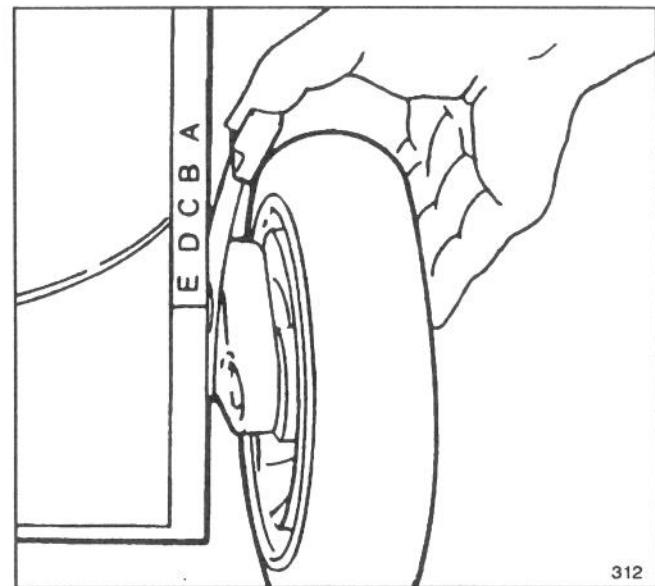

Abb. 14
Fünf ins Gehäuse gestanzte Buchstaben zeigen die jeweilige Schnitthöhe an (Abb. 14).
2. Gehäuse so anheben, daß das Rad über dem Boden schwebt, um die Höheneinstellung zu erleichtern. **Beim Anheben nicht mit den Fingern unter das Gehäuse greifen.** Drücken Sie den Hebel zum Rad hin, und bewegen Sie ihn in die gewünschte Stellung (Abb. 14). Sicherstellen, daß der Stift auf dem Schnitthöhen-Verstellhebel am Gehäuse einrastet. Stellen Sie alle Räder auf die gleiche Höhe ein.